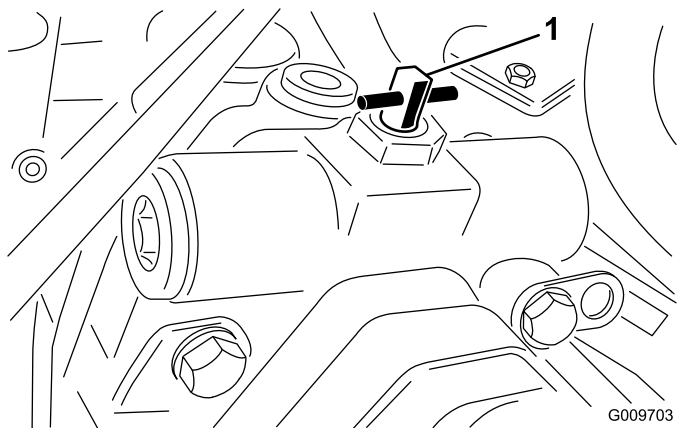

图 23
2. 将旁通阀向任一方向旋转 $90^{\circ} 1/4$ 圈打开旁通阀让油在内部分流 (图 23)。